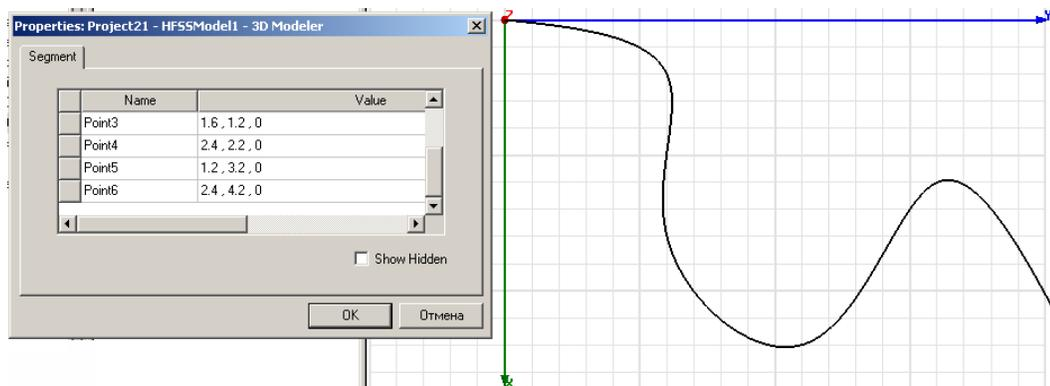

Рис. 3.7. Сплайн, созданный сглаживанием линии через несколько точек
4. Выберите конечную точку сплайна, щелкая точку или печатая ее координаты в полях X, Y, и Z (рис. 3.7)
5. Завершить сплайн можно, либо дважды щелкая конечную точку, либо командой **Done** в выплывающем меню, либо нажимая **Enter**. Появляется диалоговое окно **Properties**, позволяя изменить атрибуты объекта (рис. 3.7).